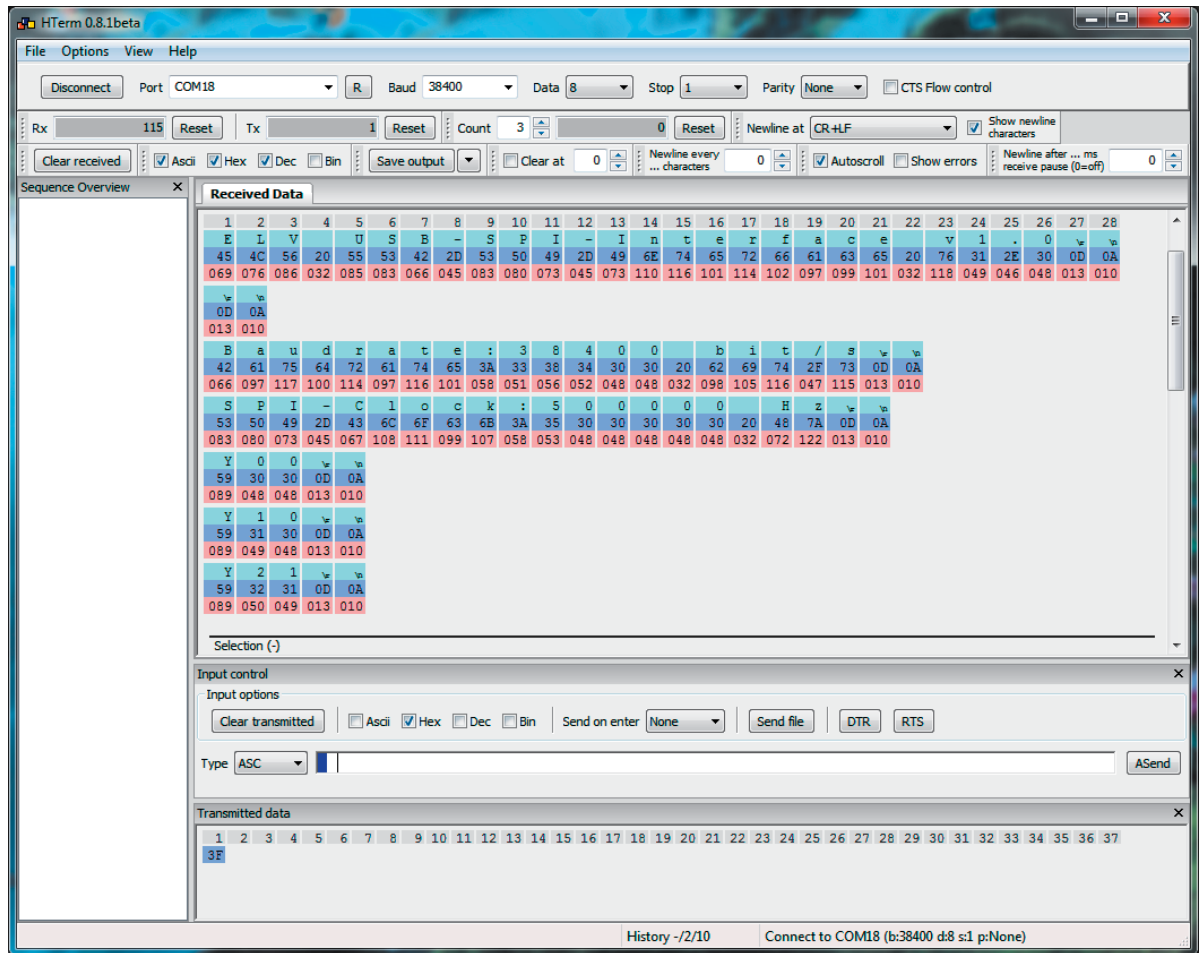

Bild 6: Die Kommunikationseinstellungen für das Interface in HTerm
5. Schließlich ist ein beliebiges Terminalprogramm (z. B. HTerm [2]) zu starten, der zugewiesene COM-Port auszuwählen und mit folgenden Einstellungen zu öffnen (Bild 6): 38.400 Bit/s, 8 Datenbits, 1 Stoppbit, keine Parität, keine Flusststeuerung (Handshake).